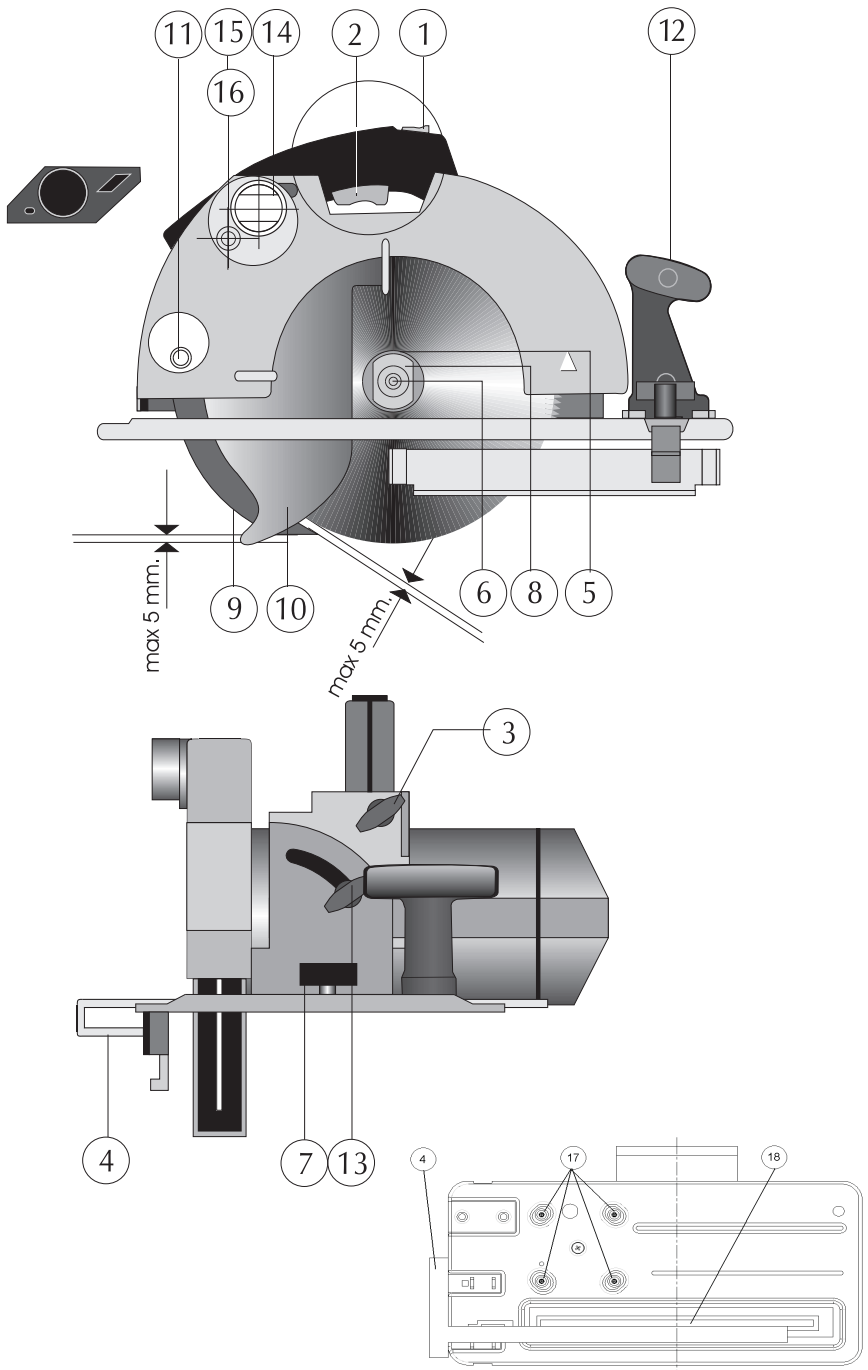

fig. 2
● Установка параллельности диска и опорной полки (рис.2)
- Установить планку параллельной направляющей с короткого торца полки, а линейку параллельной направляющей вплотную к отрезному диску по всей его длине (как указано на рис.2).